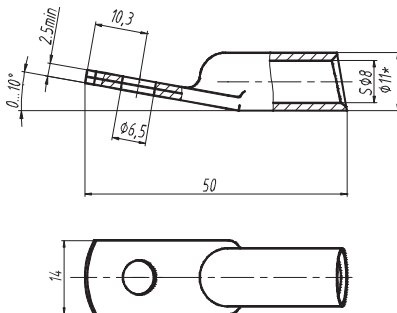

Рис. 2 - Специальный кабельный наконечник
*³ - с помощью специальных медных кабельных наконечников в соответствии с рис. 2;